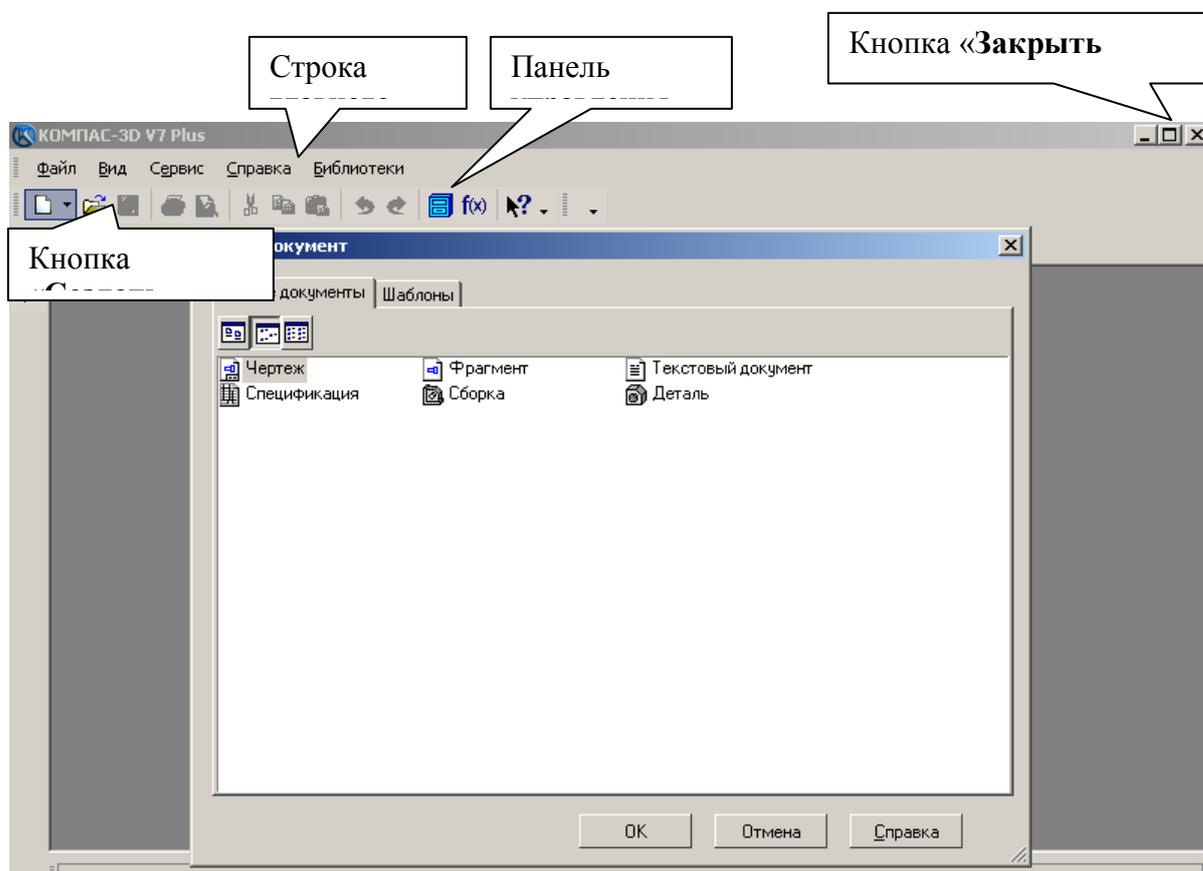

Рис.2
После запуска системы «Компас» на экране отобразится главное окно системы, на котором представлены элементы управления системой (рис.2).
- 1) Щелкнуть по кнопке «**Закреть программу**» в верхнем правом углу экрана (рис.2);